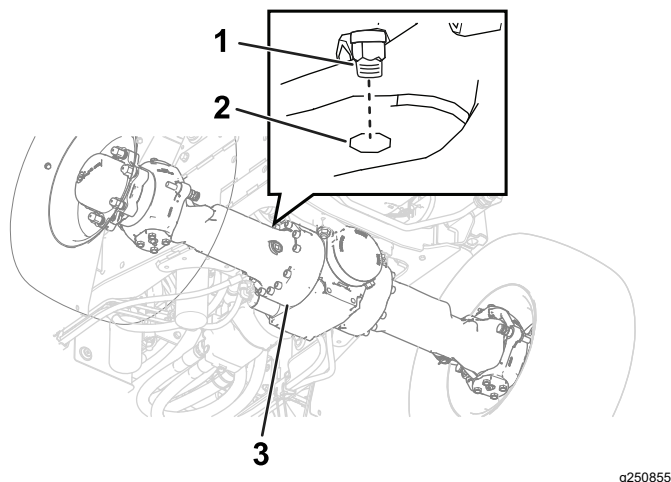
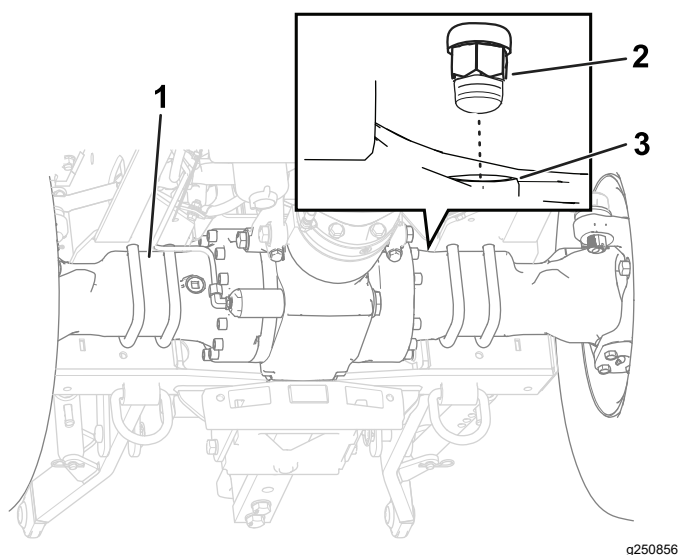

Рисунок 103
Рисунок 104
1. Очистите поверхность вокруг сапунов с помощью очищающего растворителя (Рисунок 103 и Рисунок 104).
2. Снимите сапуны с переднего и заднего мостов (Рисунок 103 и Рисунок 104).
5. Установите сапуны в передний и задний мосты (Рисунок 103 и Рисунок 104).